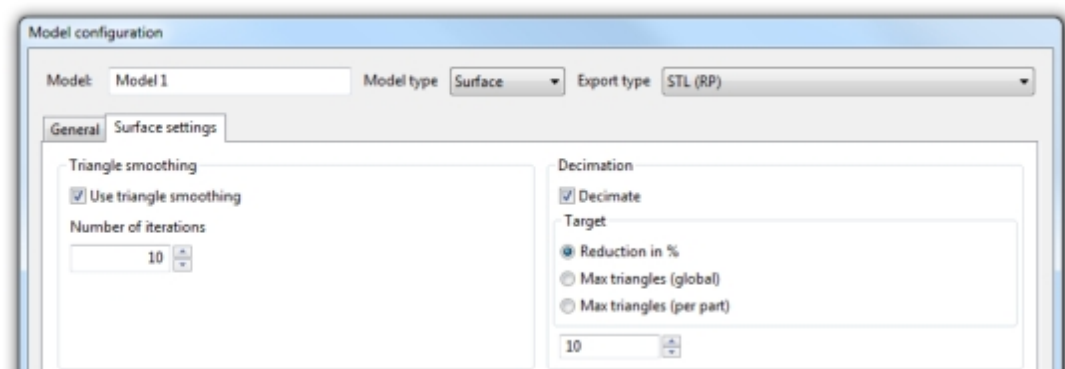

图 1-15 表面设置标签
- c. 在表面设置（Surface setting）标签页中（图 1-15），勾选批量衰减（**Decimate**）并选择 **Reduction in %**，设置其值为 10。这个设置将使表面三角面片减少 10%。保留 **Use triangle smoothing** 的默认值 10。